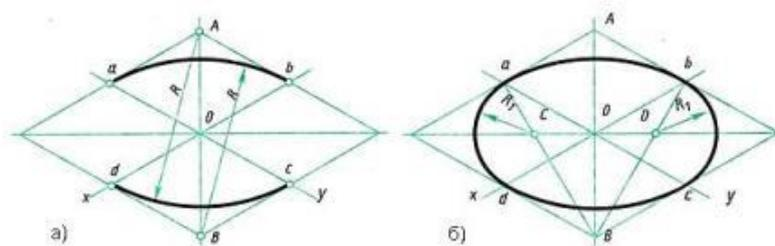

Рис. 49. Построение овала в плоскости, перпендикулярной оси z .
1. Строят ромб со стороной, равной диаметру изображаемой окружности (рис. 49, а). Для этого через точку O проводят изометрические оси x и y , и на них от точки O откладывают отрезки, равные радиусу изображаемой окружности. Через точки a , b , c и d проводят прямые, параллельные осям; получают ромб. Большая ось овала располагается на большой диагонали ромба.
2. Вписывают в ромб овал. Для этого из вершин тупых углов (точек A и B) описывают дуги радиусом R , равным расстоянию от вершины тупого угла (точек A и B) до точек a , b или c , d соответственно. От точки B к точкам a и b проводят прямые (рис. 49, б); пересечение этих прямых с большей диагональю ромба дает точки C и D , которые будут центрами малых дуг; радиус R_1 малых дуг равен Ca (Db). Дугами этого радиуса сопрягают большие дуги овала.